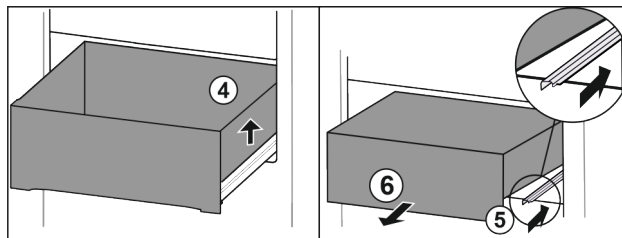

Fig. 83
- ▶ Nadzvedněte zásuvku vpravo. Fig. 83 (4)
- ▶ Zasuňte pravou kolejničku. Fig. 83 (5)
- ▶ Vyjměte zásuvku dopředu. Fig. 83 (6)